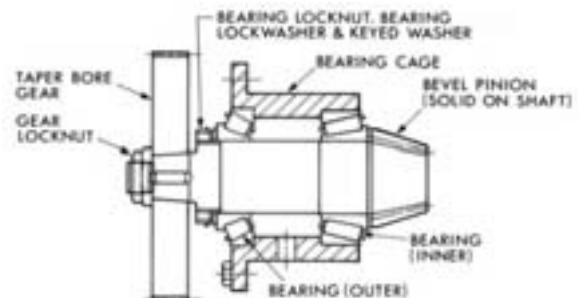

Figure 5 BEVEL PINION ASSEMBLY
11. BEVEL PINION SHAFT— Figure 5.